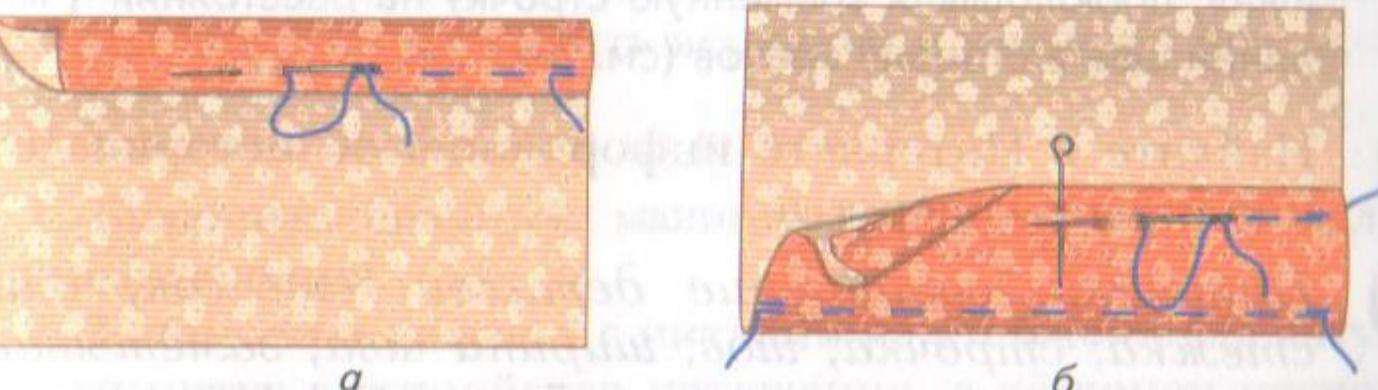

Рис. 95 Замётывание: а — с открытым срезом; б — с закрытым срезом
- Замётывание с открытым срезом* — припуск на подгибку детали подогнуть на изнаночную сторону так, чтобы сгиб прошёл точно по намеченной линии, проложить ручные прямые стежки, начало и конец строчки закрепить ручной закрепкой (рис. 95, а).
раз. Заколоть булавками. Ширина подгиба должна быть одинаковой по всей длине детали. Проложить ручные стежки близко ко второму сгибу (рис. 95, б).
- Подверни один раз припуск на подгибку детали «Образец шва вподгибку» (см. рис. 95, а) на изнаночную сторону и заметай.
- Подверни один раз припуск на подгибку 30 мм детали «Образец шва вподгибку» и заметай; подверни ещё раз припуск на подгибку на 10 мм и заметай (см. рис. 95, б).